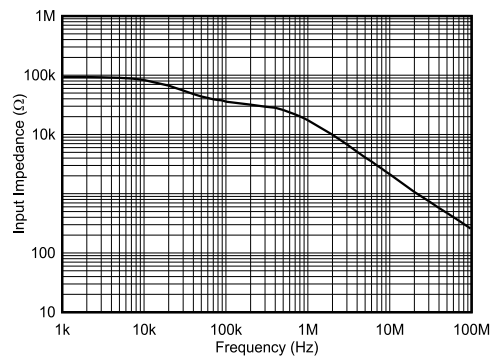

图 5-23. 输入阻抗与频率间的关系
- 添加了图 5-23，输入阻抗 - 频率关系曲线 曲线到典型特性： $V_{CC} = 5.25V$ 11